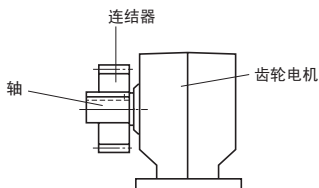
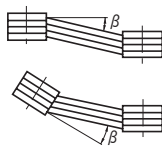

图24
图25
(2) 使用链条, 链轮, 齿轮的场合
- 链轮与齿轮的负载作用点的位置应选择在轴中央偏向齿轮电机一侧。(参阅图24)
(3) 使用V形皮带的场合
- 两皮带轮的平行度，偏心度 β 请控制在 $20'$ 以内。(参阅图25)